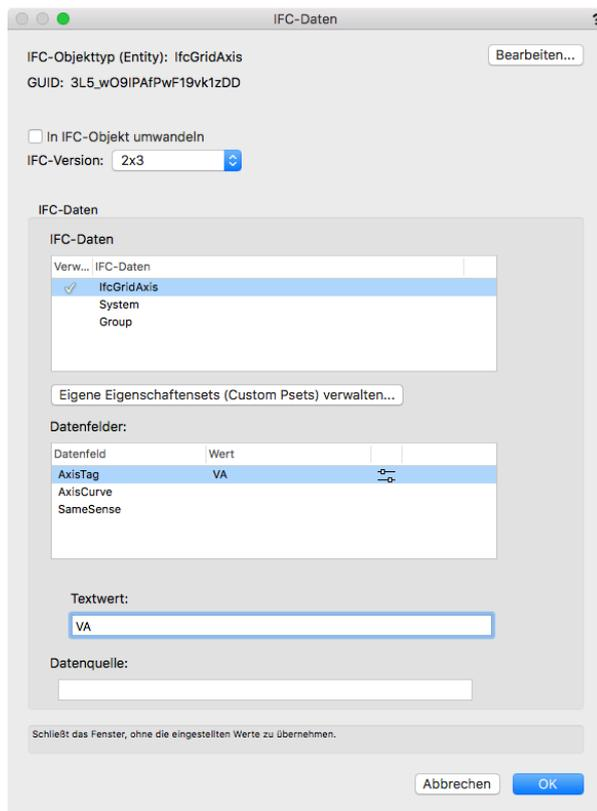

BILD 24
3. Klicken Sie dann im Dialogfenster „IFC-Daten“ auf das Eigenschaftenset „IfcGridAxis“. Klicken Sie dann in der unteren Liste auf das Datenfeld „AxisTag“. Geben Sie im Eingabefeld darunter das Präfix „V“ ein sowie den Buchstaben oder die Zahl der Achse im Raster (zum Beispiel „VA“, siehe BILD 24).